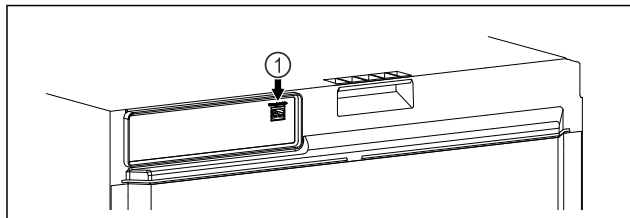

Fig. 157
- ❑ SmartModule Fig. 157 (1) è inserito.